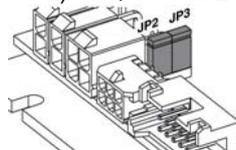

図 3-3 ジャンパ JP2/JP3 設定 (モータ・ケーブルとエンコーダ・ケーブルがフラットケーブルで統合された maxon DC motor)
- 2) ジャンパ JP2 と JP3 を " クローズ " 位置に設定してください (→ 図 3-3)